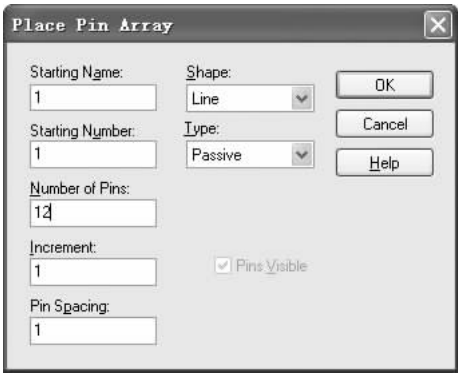

图 6-228 “Place Pin Array（放置阵列引脚）”对话框
13) 放置引脚。选择菜单栏中的“Place（放置）”→“Pin Array（阵列引脚）”命令，弹出如图6-228所示的“Place Pin Array（放置阵列引脚）”对话框，设置阵列引脚属性。